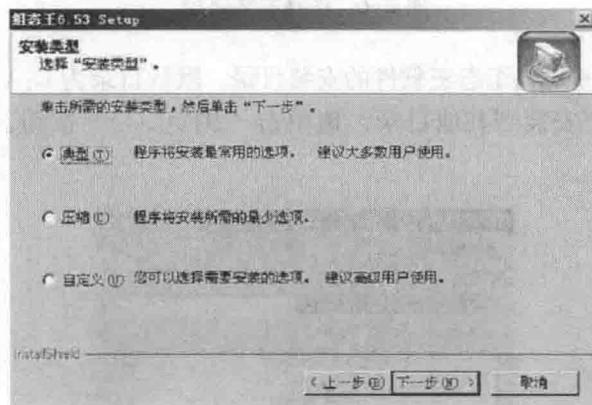

图 2-9 选择安装类型
(10) 选择安装类型。单击“下一步”按钮。出现如图 2-9 所示的对话框，此对话框用来选择安装方式。